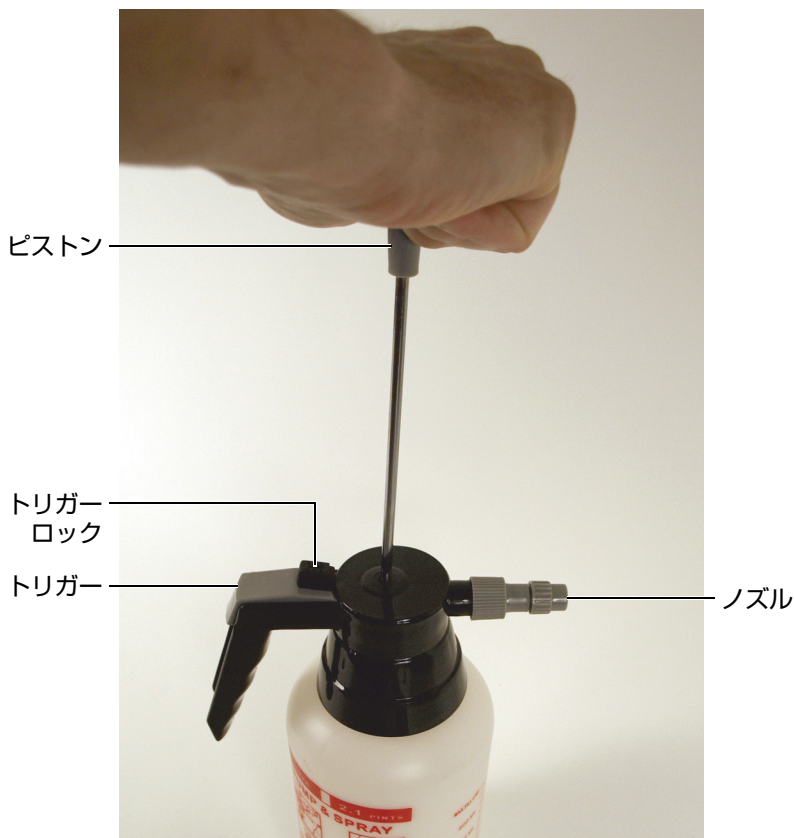

図 1-7 手動ポンプのピストンおよびトリガー機構
3. ポンプを使って 15 ～ 20 回ピストンして、手動ポンプを加圧します（30 ページの図 1-7）。